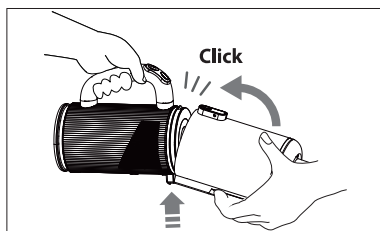

Fig. 22 – Mettre en place le bac à poussière
- ▶ Poussez doucement le bac à poussière vers le haut jusqu'à ce qu'il s'enclenche de manière audible (**voir Fig. 22**).